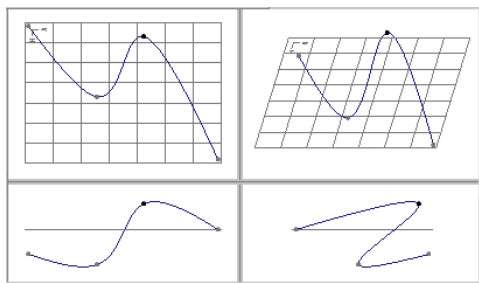

图 10.2.22 四个视图状态
(1) 单击视图工具栏中的  按钮，将模型设置为着色显示状态。
(2) 单击图工具栏中的  按钮，在弹出的界面中取消选中  轴显示、 坐标系显示 和  平面显示 复选框，使基准轴、坐标系和基准平面不显示。
(3) 单击  按钮，然后选择 VIEW_1 视图。
Step5. 单击  样式 功能选项卡  曲线 区域中的“曲线编辑”按钮  曲线编辑，然后选择图 10.2.22 中的 ISDX 曲线。此时我们会看到 ISDX 曲线上四个点的显示样式为小圆点 (●)，说明这四个点为自由点。